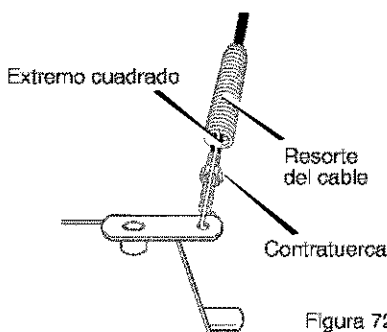

Figura 72
3. Meta el cable por el resorte hasta exponer la porción roscada del cable (Figura 72).